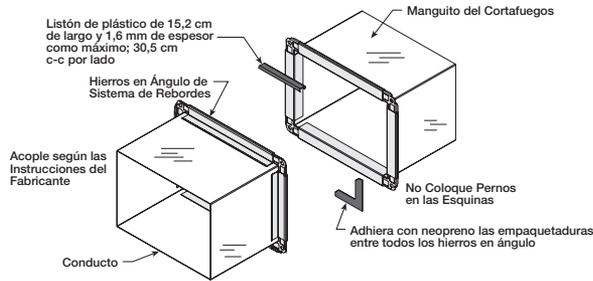

Figura 8
1. Instale el sistema de conexión fabricado por Ductmate, Ward o Nexus como se ilustra en la Figura 8.